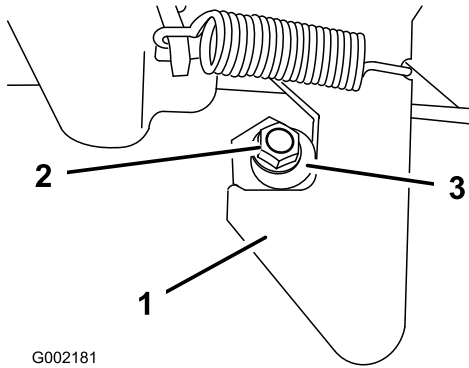

Bild 15
1. Lösen Sie die Mutter am Ende des Verriegelungspfosten (Bild 15).
2. Drehen Sie den Verriegelungspfosten nach rechts, bis er am Riegel anliegt. Ziehen Sie dann die Mutter fest (Bild 15).